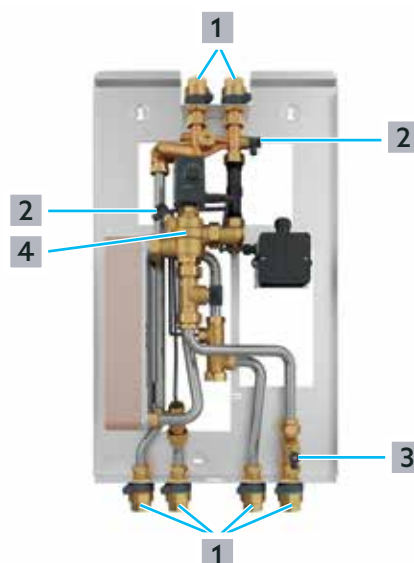

Fig. 16: Réglage des robinets à disque céramique
- Le robinet de zone (4) sur la Fig. 16 en page 21) doivent être ouverts.
- Les robinets de purge ((2) sur la Fig. 16 en page 21) et le robinet de vidange ((3 sur la Fig. 16 en page 21) doivent être fermés.